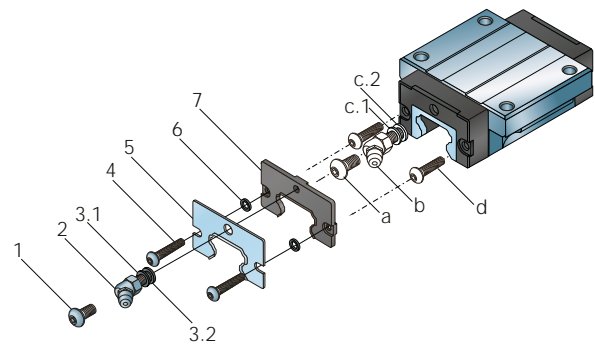

Abb. 28
1. Entfernen Sie den Schmiernippel (b) und die Unterlegscheiben (c.1 und c.2), oder die Stellschraube (a) (↳ **Abb. 28**)
3. Bringen Sie die zusätzliche vordere Dichtung (7) an der Endplatte an, und positionieren Sie diese genau gegen die Platte.
4. Die Unterlegscheiben für die Befestigungsschrauben (6) auf beiden Seiten anbringen. Die Unterlegscheiben werden zwischen dem Metallabstreifer (5) und der zusätzlichen Frontdichtung (7) eingelegt
5. Befestigen Sie das Metallabstreifblech (5) an der zusätzlichen vorderen Dichtung (7) an und richten Sie sie zueinander aus.
6. Montieren Sie die Befestigungsschrauben (4)
7. Schmiernippel (2) und Unterlegscheiben (3.1 und 3.2) einbauen, falls erforderlich.
8. Wenn der Schmiernippel nicht benötigt wird, stattdessen eine Stellschraube (1) eindrehen.